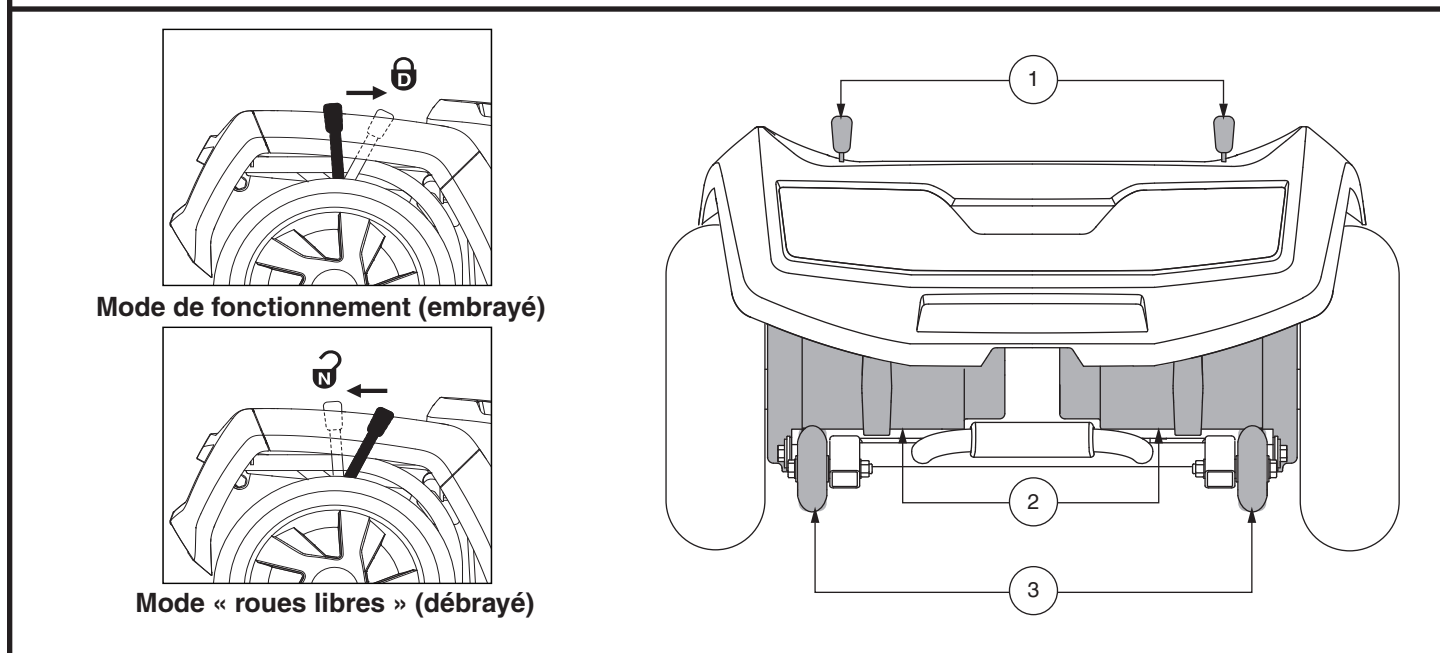
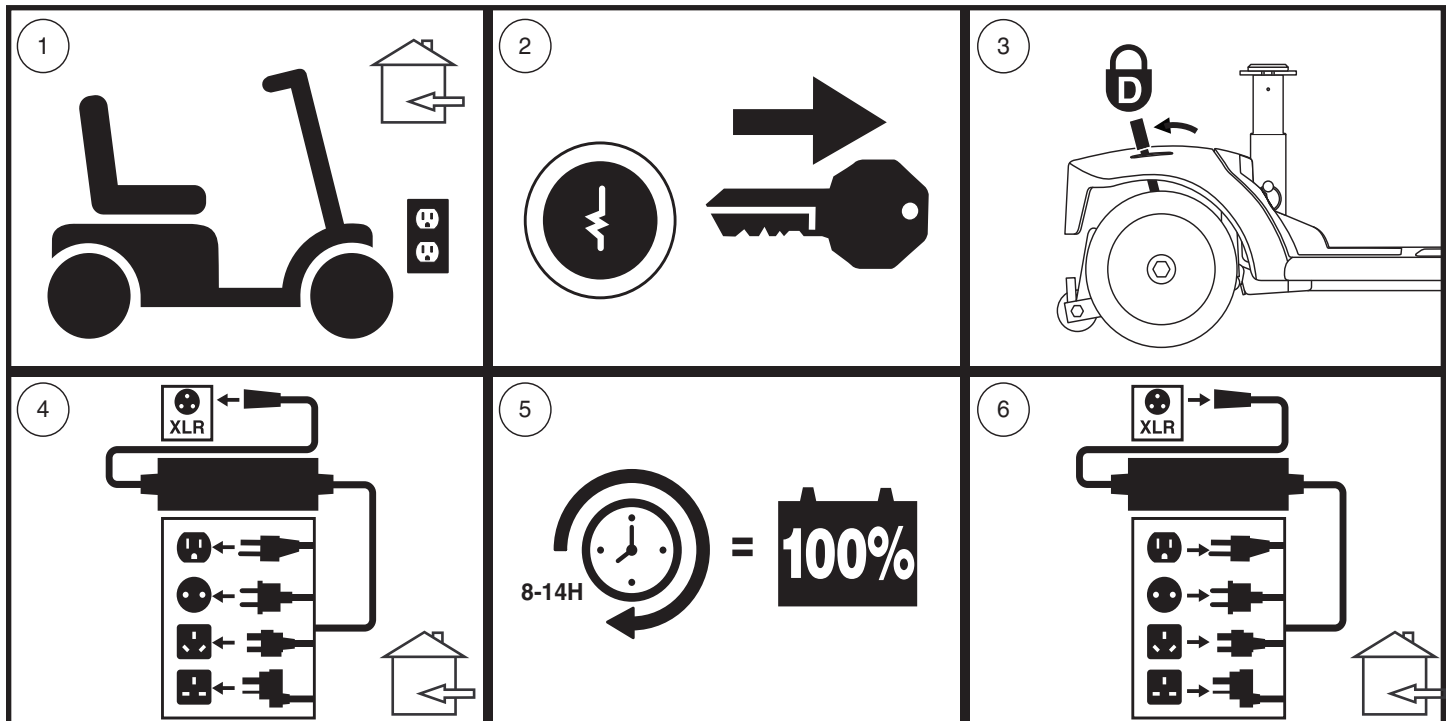

Figure 7. Section arrière - 710ZT
Figure 12. Recharge des batteries schéma des procédures
Votre Scooter est équipé de deux leviers d'embrayage manuel « pour passer au neutre » un sur chaque moteur. Ces leviers vous permettent de débrayer les moteurs de la boîte de vitesse, afin de pouvoir manoeuvrer votre Scooter manuellement. Voir la figure 7.
1. Trouvez les leviers sur la section arrière de la Scooter. Voir la figure 7.
**NOTE:** Pour le modèle 710ZT, les leviers de roue libre manuels fonctionnent dans la direction opposée (voir figure 7); par conséquent, pour l'étape 3 de la figure 12, les leviers doivent être poussés vers l'avant pour engager le mode de conduite.